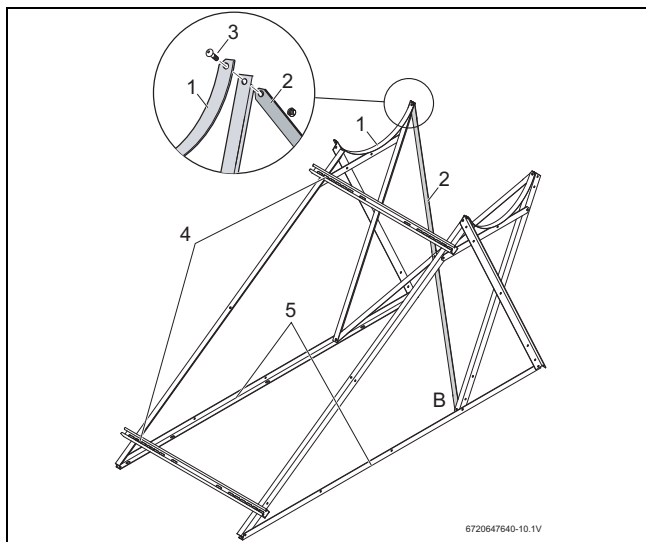

Fig. 16 Atornillar los perfiles de cubierta plana/tejado inclinado
- y el segundo soporte trasero (Fig. 16, [2]) desde arriba atrás a la izquierda hacia abajo delante a la derecha (Fig. 16, [B]).
- ▶ Atornillar el perfil cubierta plana/tejado inclinado (Fig. 16, [4]) a los perfiles de soporte del captador por arriba, por abajo y por el centro.
- ▶ Alinear los perfiles de soporte inferiores (Fig. 16, [5]) de forma que queden paralelos.